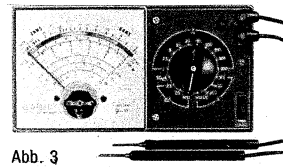

Abb. 3
**Vielfachmeßinstrument KEW-6605** (Abb. 3)